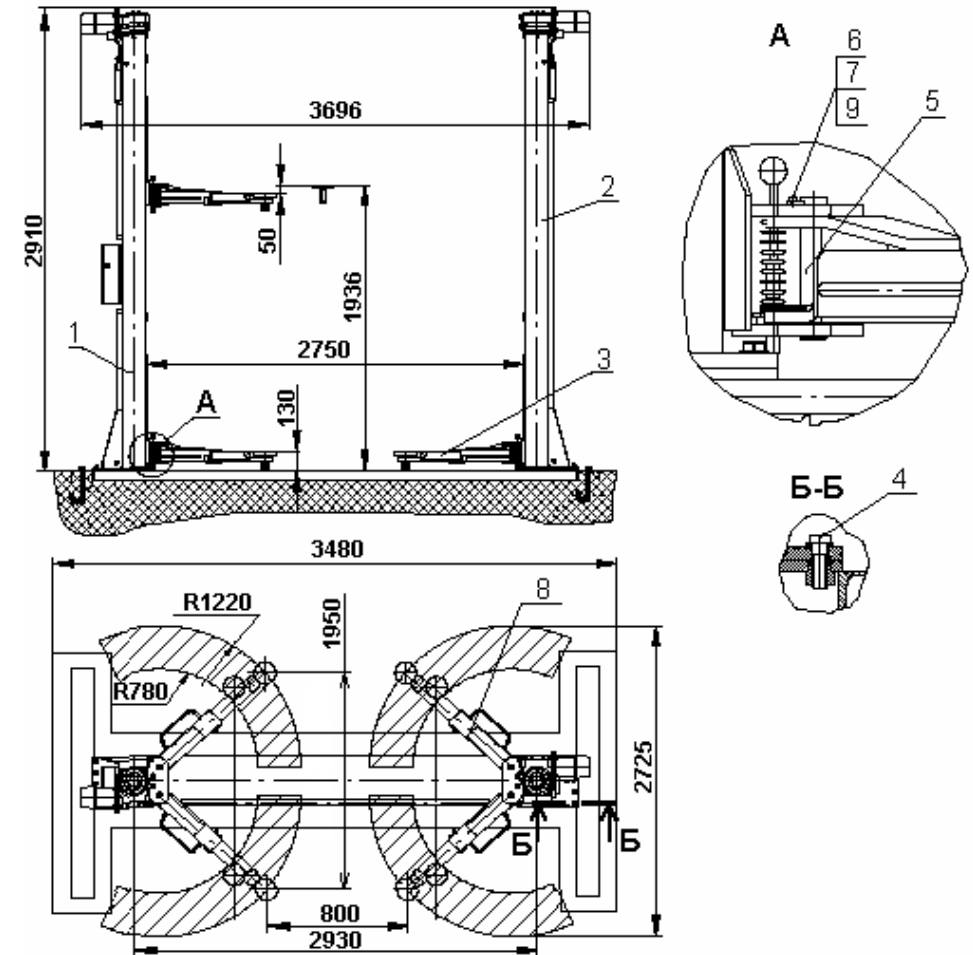

Рис. 1. Подъемник стационарный ПЛД - 5
4.1. Подъемник состоит из: двух стоек 1 и 2, четырех балок 3 со вставками и опорами (см. Рис.1, 2). Стойка состоит из: вертикальной колонны, привода подъема, каретки.
Стойки 1 и 2, подъемника ПЛД-5 крепятся болтами 4 к основанию забетонированному в пол (см. Рис. 1).